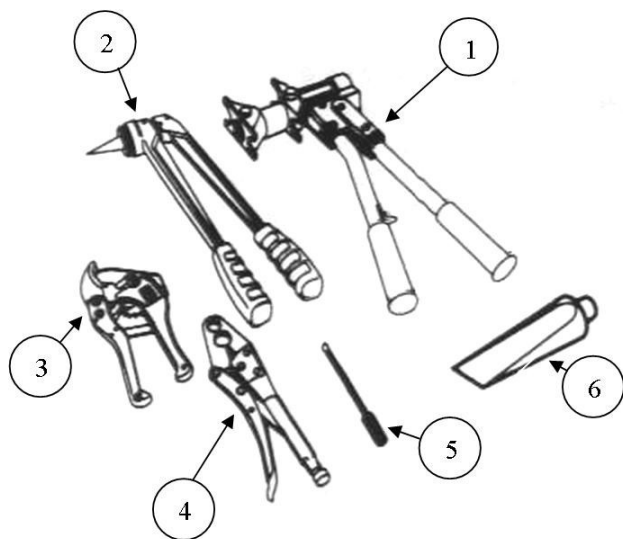
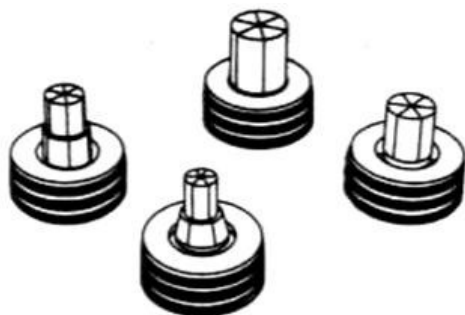

Рис. 1. Ручной механический инструмент RAUTOOL M1
Рис. 2. Сменный комплект M1 для труб РЕ-Х-а
2.1.1. Ручной механический инструмент RAUTOOL M1 для монтажа соединений с помощью подвижных гильз (см. рис. 1) и сменные комплекты к нему (см. рис. 2). Применяется для монтажа труб РЕ-Х-а Ø 16-32 мм.